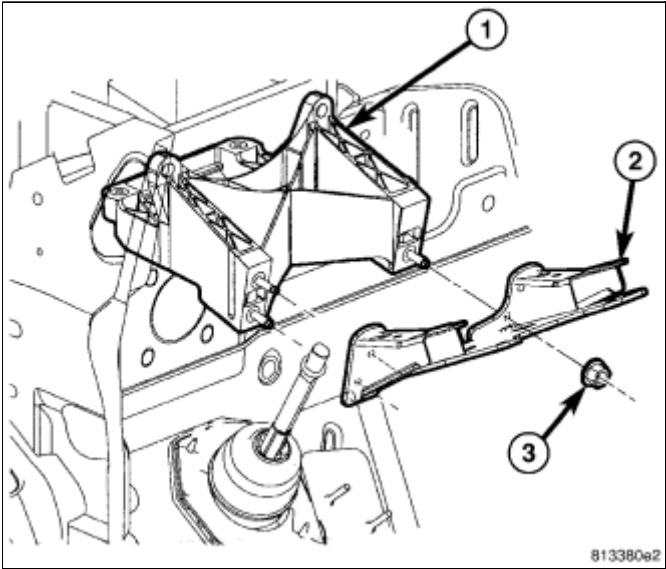

图 5 转向柱安装支架
- 26. 拆卸3个将转向柱安装到缓冲板转向柱安装支架上，将下转向柱安装到地板上的螺母\(图 5\)。